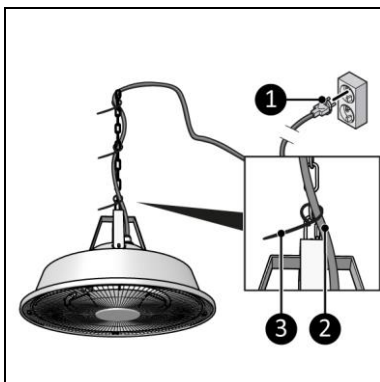

Abbildung 9
2. Platzieren Sie das Stromkabel (Abbildung 9, Pos.2) mit Kabelbindern (Abbildung 9, Pos. 3) entlang der Aufhängekette
3. Stecken Sie den Netzstecker (Abbildung 9, Pos. 1) in eine leicht zugängliche geerdete Steckdose. Verwenden Sie eine geerdete Steckdose mit einer Mindestleistung von 1500 Watt.
1. Stecken Sie den Netzstecker (Abbildung 9, Pos. 1) in eine leicht zugängliche geerdete Steckdose. Verwenden Sie eine geerdete Steckdose mit einer Mindestleistung von 1500 Watt.
1. Ziehen Sie den Netzstecker aus der Steckdose (Abbildung 9, Pos. 1).